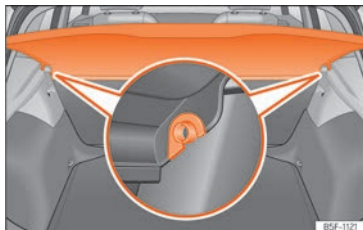

Abb. 172 Im Gepäckraum: Gepäckraumabdeckung aus- und einbauen.
- Drücken Sie die Abdeckung aus den Seitenhalterungen »» Abb. 172 aus, indem Sie diese nach oben ziehen und herausnehmen.
- Führen Sie die Abdeckung horizontal ein, so dass das „Hufeisen“ über den Achsen der Halter »» Abb. 172 liegt und drücken Sie die Abdeckung nach unten, bis sie einrastet.